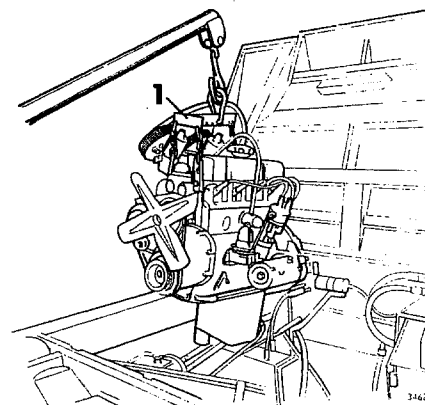

Fig 01-18. Urlyftning av motor
19. Anbringa lyftverktyget. Placera lyftöglan i det tredje läget bakifrån, se fig 01-18.
22. Lyft ur motorn, se fig 01-18.
2. Anbringa lyftverktyget. Placera lyftöglan i det tredje läget bakifrån, se fig 01-18.